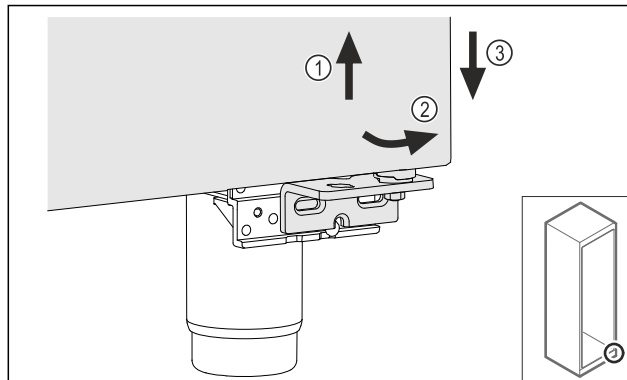

Fig. 19
- ▶ Lagano podignite vrata Fig. 19 (1), dolje ih nagnite prema naprijed Fig. 19 (2) i spustite Fig. 19 (3).